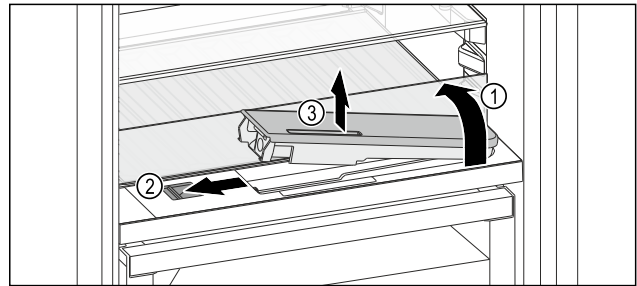

Fig. 170
- ▶ Glasplatte anheben und bis zum Anschlag nach hinten klappen Fig. 170 (1).
- ▶ Schieber Fig. 170 (2) nach links schieben.
- ▶ Wassertank entnehmen Fig. 170 (3).